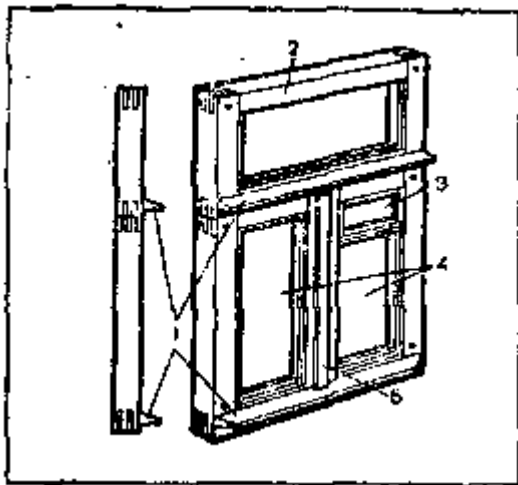
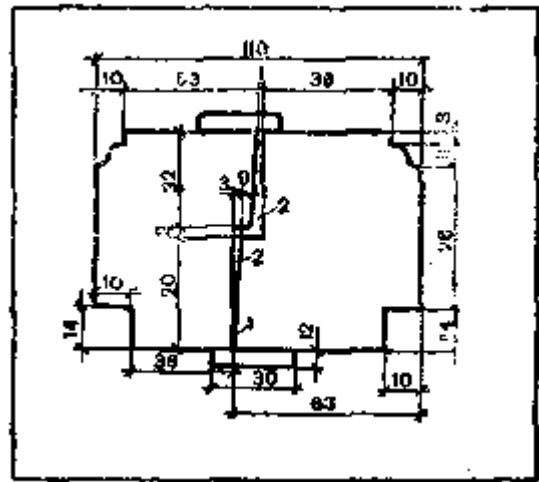

Рис. 70. Створный переплет:
Рис. 71. Притвор створок
**Створные переплеты** (рис. 70) состоят из двух створок или двух створок и фрамуги. Могут быть с форточками и без них. На нижних брусках створок и на фрамуге ставят отливы. При изготовлении особое внимание обращают на устройство притвора (рис. 71), от точности которого зависит степень продуваемости. К притворам дополнительно крепят нащельники. Размеры створок должны быть на 10 — 15 мм больше тех, что указаны в чертеже, а одна створка на такую же величину шире. Это необходимо для получения притвора, который в середине имеет зазор в 2 мм, а по краям — 1 мм.